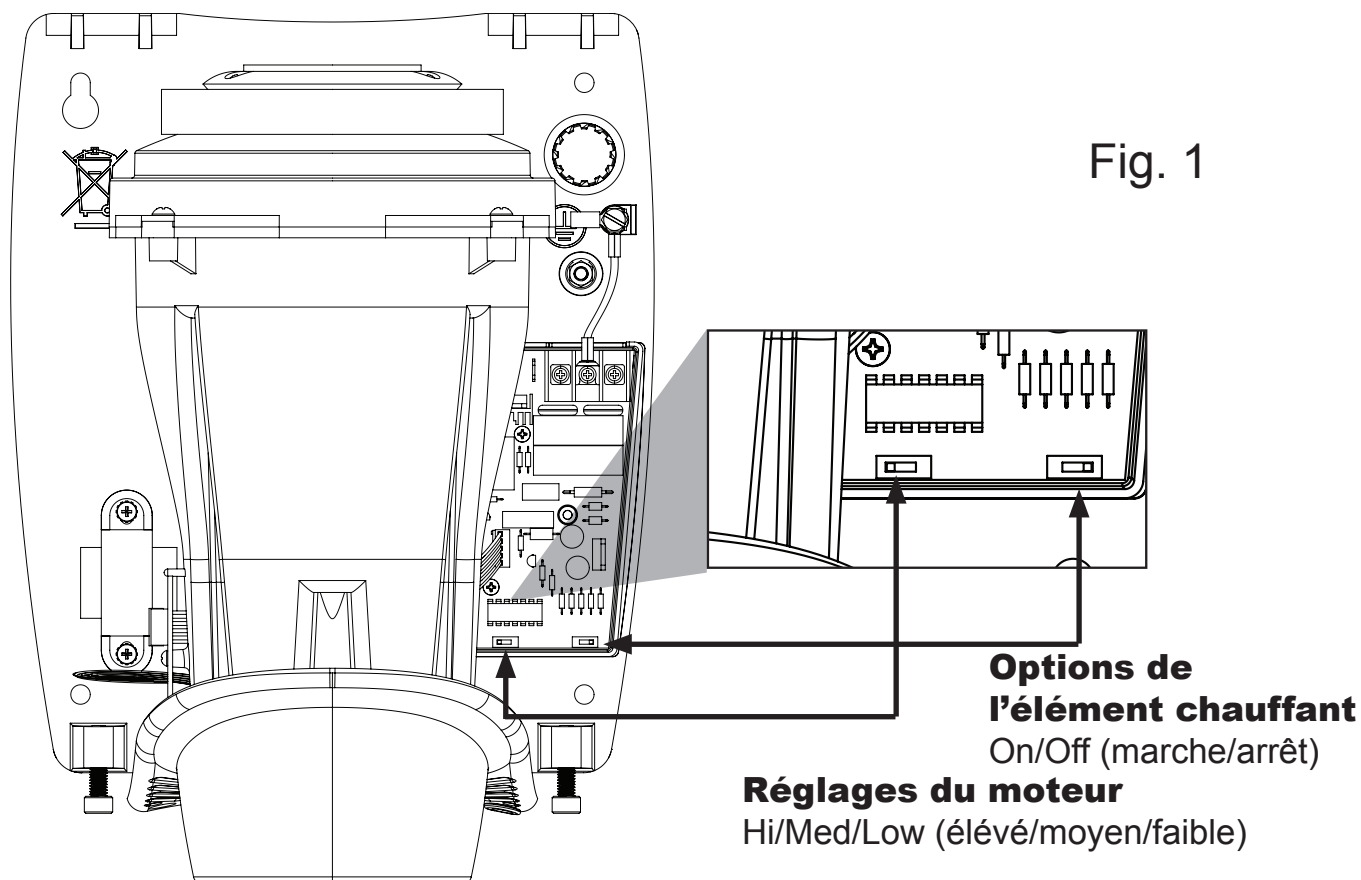

Fig. 1
3. Enlever le couvercle du compartiment de câblage pour accéder aux commandes réglables (voir la Fig. 1).